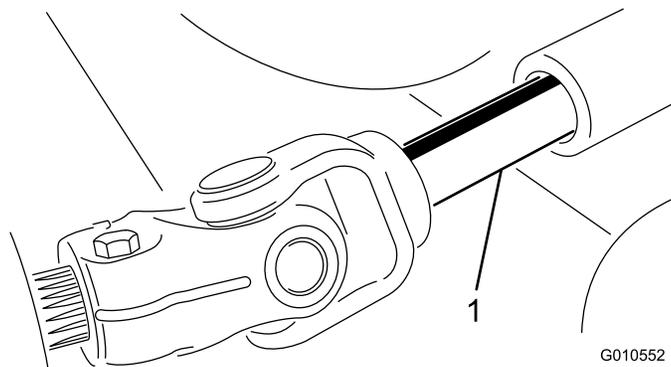

Figure 26
3. Éloignez l'unité de coupe de la machine, en séparant les parties mâle et femelle de l'arbre de PDF (Figure 26).
3. Insérez l'arbre de PDF mâle dans l'arbre de PDF femelle (Figure 26).